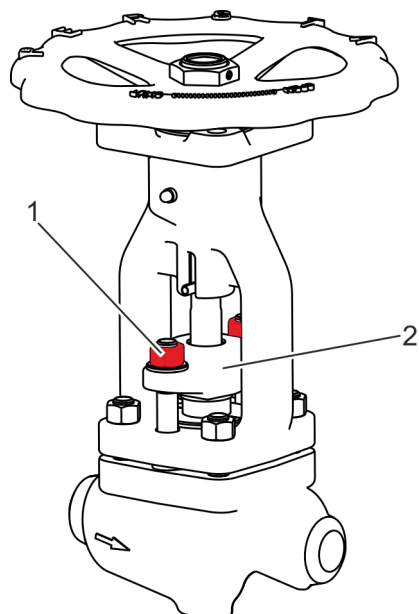

Fig. 53: Apretar las tuercas del prensaestopas
- 57.** ▶ Apriete las tuercas (Fig. 53/1) del prensaestopas (Fig. 53/2) con el par de apriete prescrito.